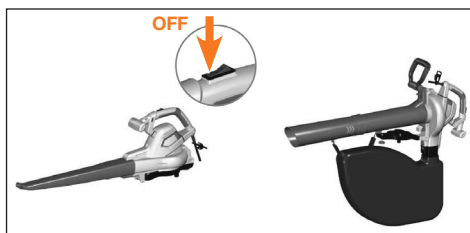

Рис. 13
- Переведите кнопку включения в положение «0» для выключения устройства (Рис. 13).